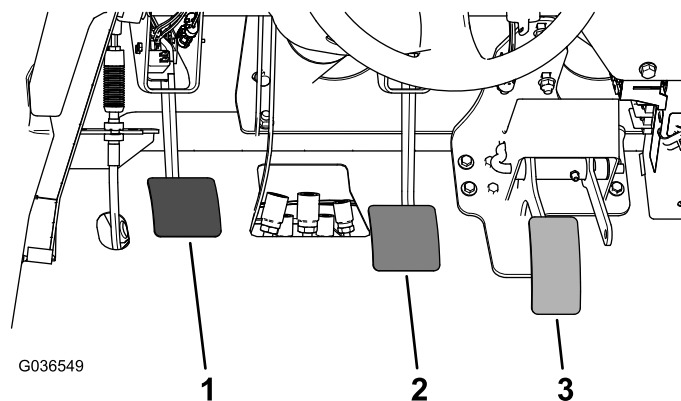

Figura 62
2. Levante o pedal de travão (Figura 62) até que este entre em contacto com a estrutura.
3. Desaperte as porcas de retenção que fixam a culatra ao eixo do cilindro principal (Figura 62).